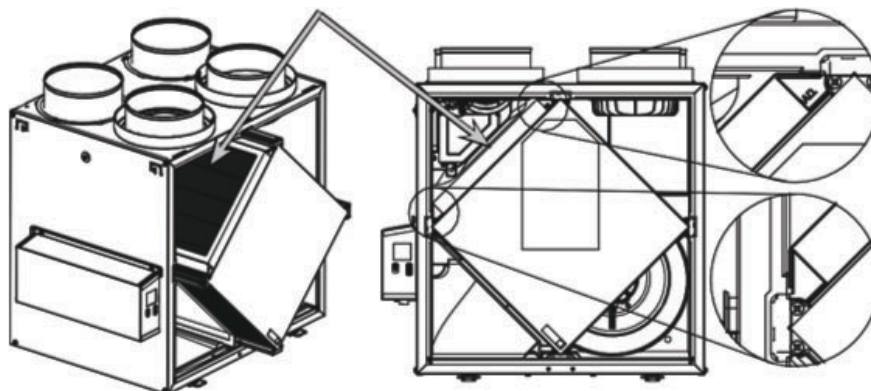

Fig. 30 – Filtre MERV13 en Option a Membrane HEPA
15. Installer le filtre MERV13 sur le noyau, tel qu'illustré ci-contre. (Fig. 30).